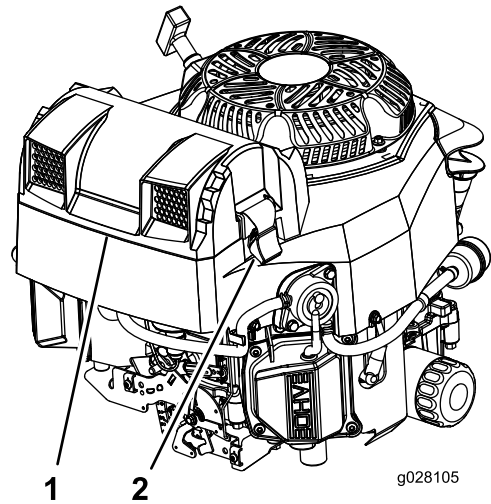

Figure 58
2. Déposez le couvercle pour accéder aux éléments filtrants (Figure 58).
- Reposez le couvercle et fixez-le avec les verrous (Figure 58).